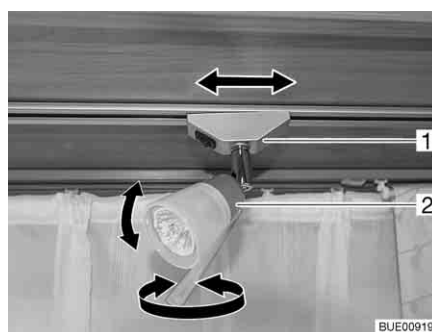

Bild 58 Spotleuchte
**Drehen:** ■ Gehäuse (Bild 58,2) fassen und drehen.
**Verschieben:** ■ Halterung (Bild 58,1) fassen und um ca. 45° drehen.
- Halterung (Bild 58,1) fassen und um 90° drehen.